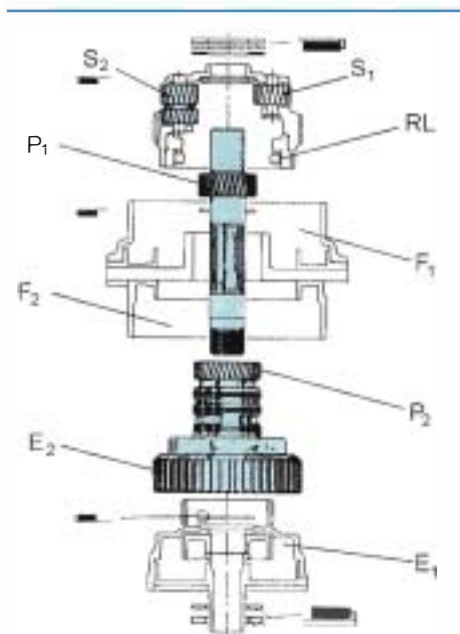

Figure 5.8 • Train épicycloïdal à deux planétaires (document Renault).
■ Quels sont les éléments qui constituent un train à deux planétaires (→ transmission Renault, figures 5.8 et 5.9) ?